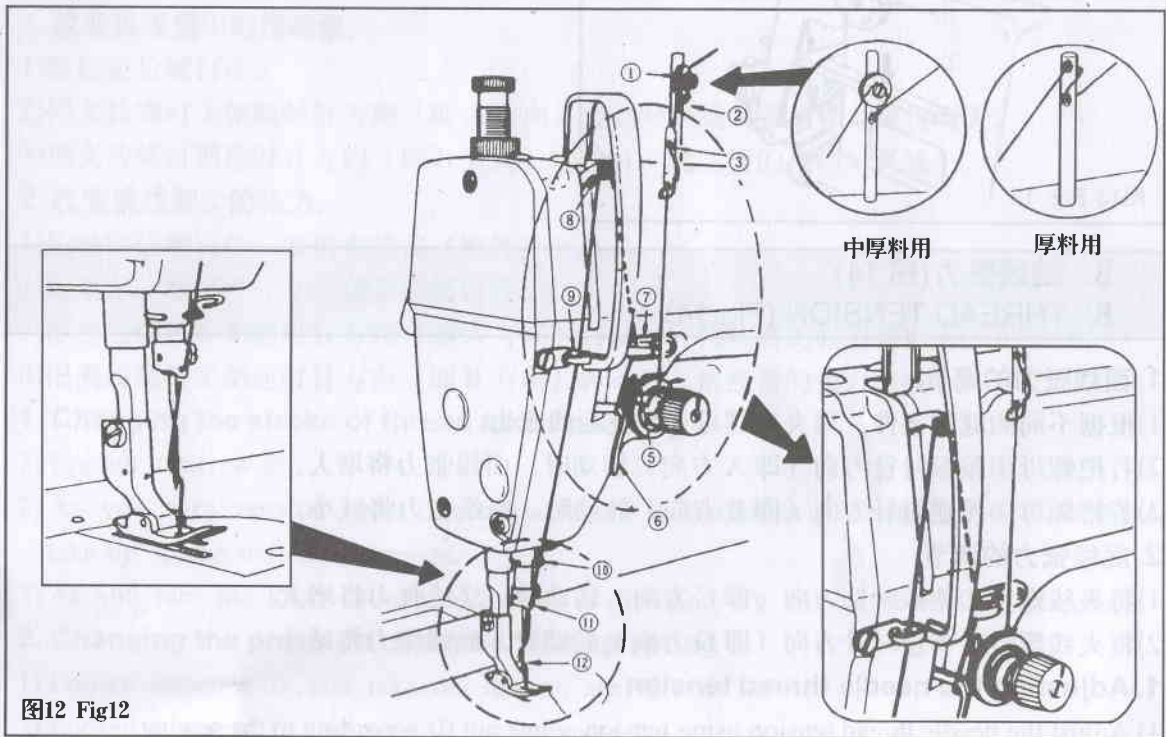

图12 Fig12
6. 面线的穿法(图12)
6.THREADING THE MACHINE HEAD (Fig.12)